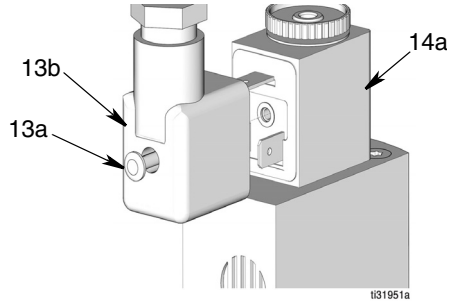

FIG. 6
8. Afloje el tornillo (13a) en la parte trasera del conector del solenoide mini DIN (14a) y desconéctelo del conector del solenoide (14a) (FIG. 6).